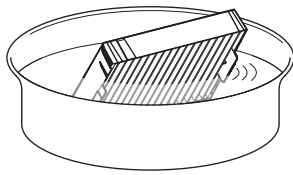

Fig. 1
1) Rimuovere il coperchio del filtro dell'aria. (Fig. 1)
1) Lavare l'unità filtro aria. (Fig. 1)